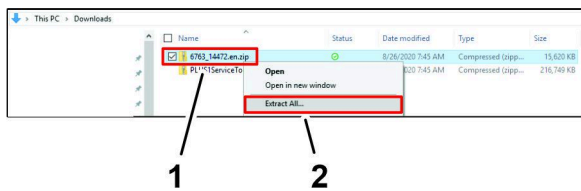

Figura 34
1. Abra a Pasta de Downloads do seu computador portátil, clique, com o botão direito, na ligação 6763\_14472.en.zip, e clique em Extrair todos... no menu de lista suspensa (Figura 34).